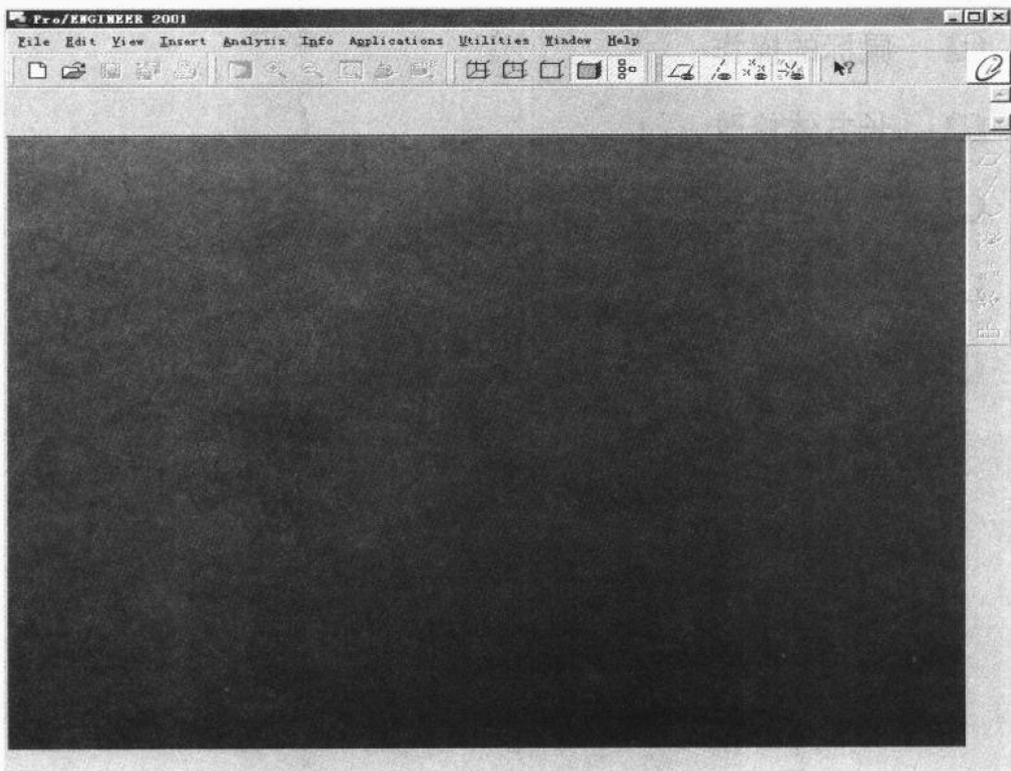
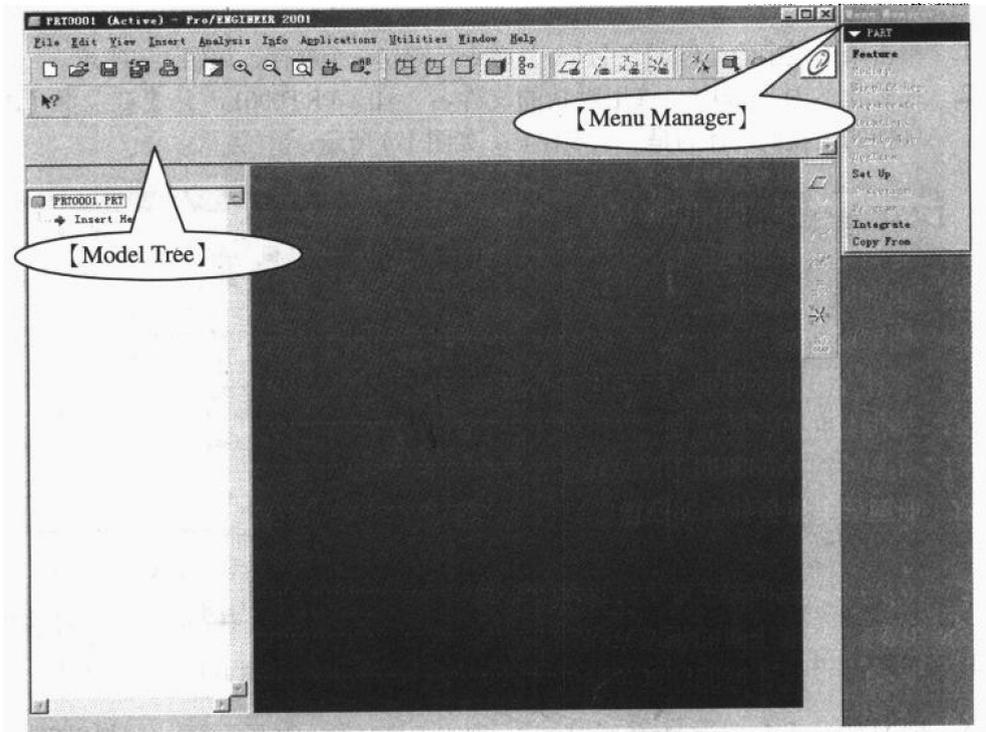

图 1-1 Pro/E 的操作界面
图 1-6 绘图环境
安装完 Pro/E 软件后，请运行 Pro/E，如果出现了如图 1-1 所示的界面，说明你已成功安装了 Pro/E，并能运行 Pro/E 软件了。
4. 选择其中的【Empty】项，再单击 按钮，此时，出现如图 1-6 所示的绘图环境。
在图 1-6 中，从蓝到黑渐变的区域是主窗口，用来显示模型和绘制草图等。与图 1-1 不同的是，其两边又多了两个窗口，一个是【Menu Manager】（菜单管理器），Pro/E 中的主要操作命令均放置其中；另一个是【Model Tree】（模型树），Pro/E 中用来记录模